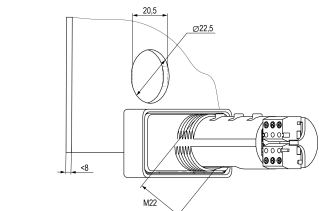

Abb. 2 Montageausschnitt
- Bereiten Sie den Montageausschnitt mit einem Ø von 22,5 mm in der Schalttafel vor, in dem das Gerät montiert werden soll (siehe Abb. 2).